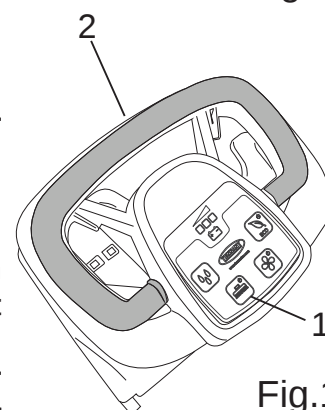

Fig.11
- Tryk på knappen på børsten (Fig.11-Ref.1).
- Aktivér håndtaget til betjening af børsten (Fig.11-Ref.2) kort. På denne måde tilsluttes børsten automatisk i navhylstret. Hvis det ikke lykkedes, tryk igen på håndtaget, og gentag styringen og kommandoen for styring af børsten.
- Tryk på knappen på børsten (Fig.11-Ref.1) i tre sekunder, og maskinen slipper automatisk børsten.